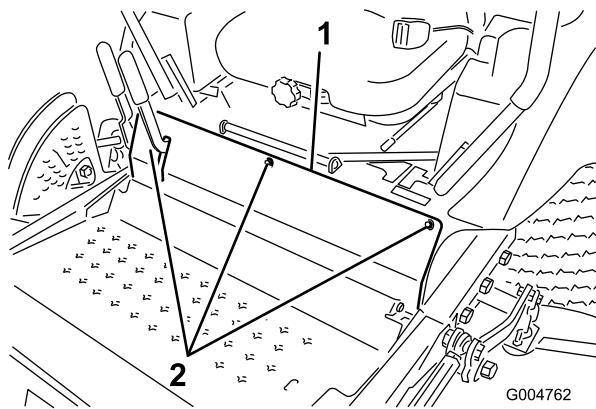

図 66
3. 前パネルを止めているボルトを外して前パネルを外す（図 66）。